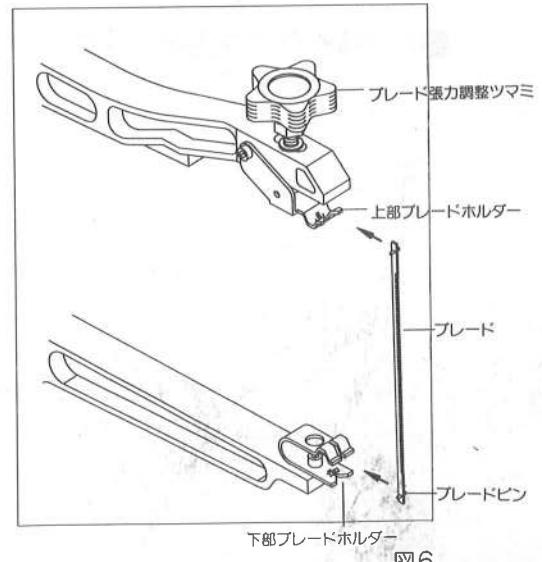

図6
■本機専用ブレード(ピン付のこ歯)の取付方法(図6参照)
- ①ブレード張力調整ツマミをゆるめてください。
- ②ブレードの刃先を下に向け、テーブル中央の溝に差し込み、ブレードの下部のピンをブレード取付溝に引掛け、そして上部のピンを上部ブレード取付溝に引掛けしてください。
- ③ブレード張力調整ツマミを回して適当な張力に調整してください。